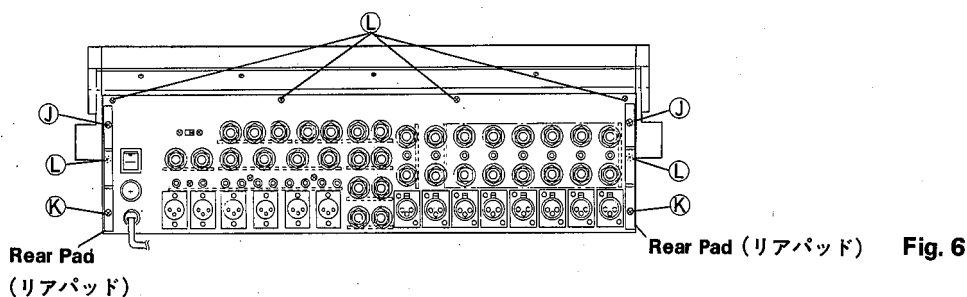

Fig. 6
- Remove the 4 bind tapping screws ①(3x8). (Fig.6)
- Remove the 2 bind head screws ①(3x12) and 2 bind tapping screws ⑥(3x8), and then remove the Rear pads. (Fig.6)
- ・バインド小ネジ①(3×12) 2本とバインドタッピングネジ⑥(3×8) 2本を外し、リアパッドを外します。(Fig.6)